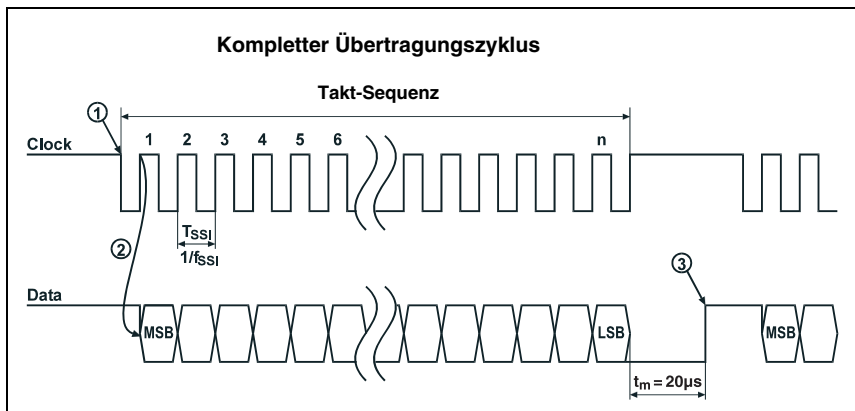

Bild 8.6: Ablaufdiagramm SSI-Datenübertragung
Im Ruhezustand liegen sowohl Takt- als auch Datenleitung auf HIGH-Pegel. Bei der ersten HIGH-LOW Flanke (Punkt ① in Bild 8.6) werden die Daten des internen Registers gespeichert. Dadurch ist sichergestellt, dass sich die Daten während der seriellen Übertragung des Wertes nicht mehr ändern.
Mit dem folgenden Wechsel des Taktsignals von LOW- auf HIGH-Pegel (Punkt ② in Bild 8.6) beginnt die Übertragung des Positionswertes mit dem höchstwertigen Bit (MSB). Mit jedem weiteren Wechsel des Taktsignals von LOW- auf HIGH-Pegel wird das nächst niederwertige Bit auf die Datenleitung gesetzt. Nachdem das niederwertigste Bit (LSB) ausgegeben wurde, schaltet mit dem letzten Wechsel des Taktsignals von LOW nach HIGH die Datenleitung auf LOW-Pegel (Übertragungsende).
Ein durch das Taktsignal retriggeretes Monoflop bestimmt, wie lange es noch dauert, bis die SSI-Schnittstelle für die nächste Übertragung aufgerufen werden kann. Hierdurch ergibt sich auch die minimale Pausenzeit zwischen zwei aufeinanderfolgenden Taktsequenzen. Ist die Zeit $t_m = 20\mu s$ abgelaufen, so wird die Datenleitung wieder auf Ruhepegel (HIGH) gesetzt (Punkt ③ in Bild 8.6). Dies signalisiert somit den komplett abgeschlossenen Datenaustausch und die erneute Sendebereitschaft.